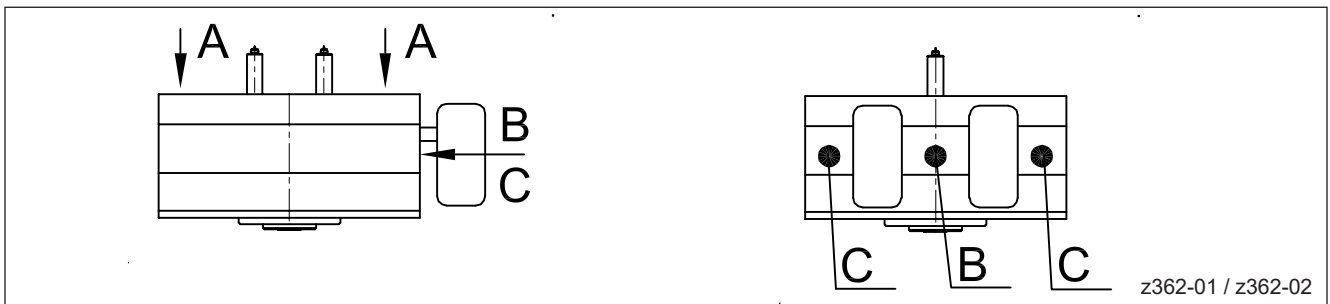

Abbildung 10: Mögliche Anschlagpunkte an einer heißen Seite
- Heiße Seite (siehe Abbildung 10):